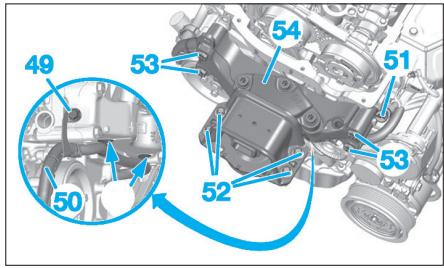

Fig. 22
- la vis (49) (Fig.22).
- Ecartez le faisceau (50).
- la jauge à huile (51),
- les vis (52) et (53),
- l'ensemble support moteur (54),